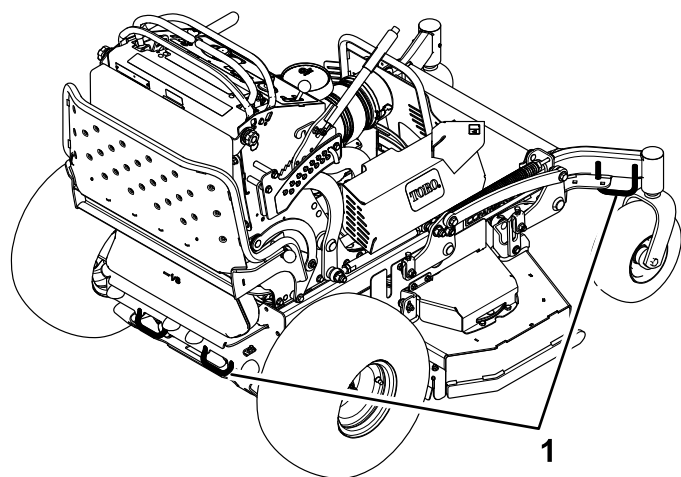

Bild 27
7. Vergurten Sie die Maschine in der Nähe der vorderen Laufräder und der hinteren Stoßstange mit Riemen, Ketten, Kabeln oder Seilen (**Bild 27**). Halten Sie die örtlichen Vorschriften für die Vergurtung ein.